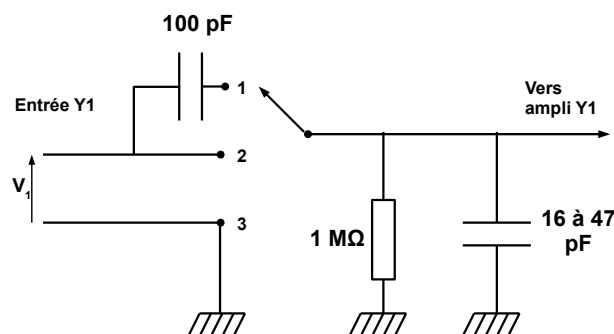

FIGURE 3 – Mode de couplage d’un dispositif d’acquisition
L’oscilloscope ou la carte d’acquisition peuvent être couplés au circuit de différentes façons : en mode *DC* (2) ou *AC* (1). Le mode *AC* filtre toutes les basses fréquences (de l’ordre de 1 Hz) tandis que le mode *DC* (2) ne modifie pas le signal dans le domaine de fréquence usuel. Le mode de couplage *GND* (3) relie directement la voie d’entrée à la masse et permet de centrer le signal sur 0 V (fig.3).